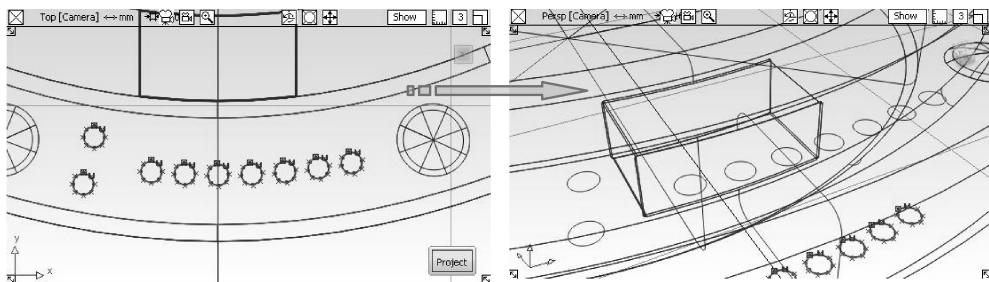

图 5-92 投影曲线
- 39 在【Palette】（工具箱）的【Surface Edit】工具标签中按住【Intersect】工具图标，在弹出的工具条中选择【Project】工具。在【Top】正交视窗中选择电磁炉主体部分最外侧圆柱体的上底面，然后单击【Top】正交视窗右下方的【Go】按钮（此操作较为关键，下面的技巧点拨里会有详细说明），依次选取刚刚创建的九条曲线，在【Top】正交视窗的右下方单击【Project】按钮，形成投影曲线，如图 5-92 所示。